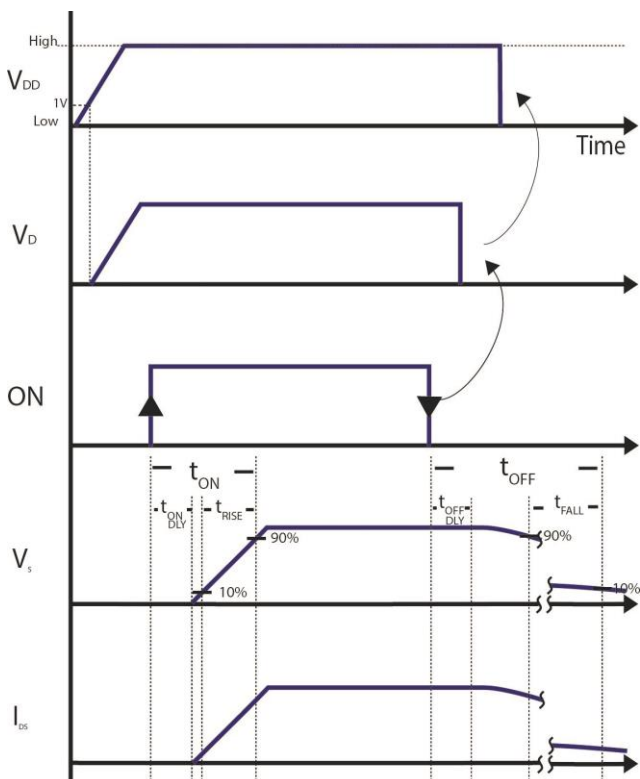
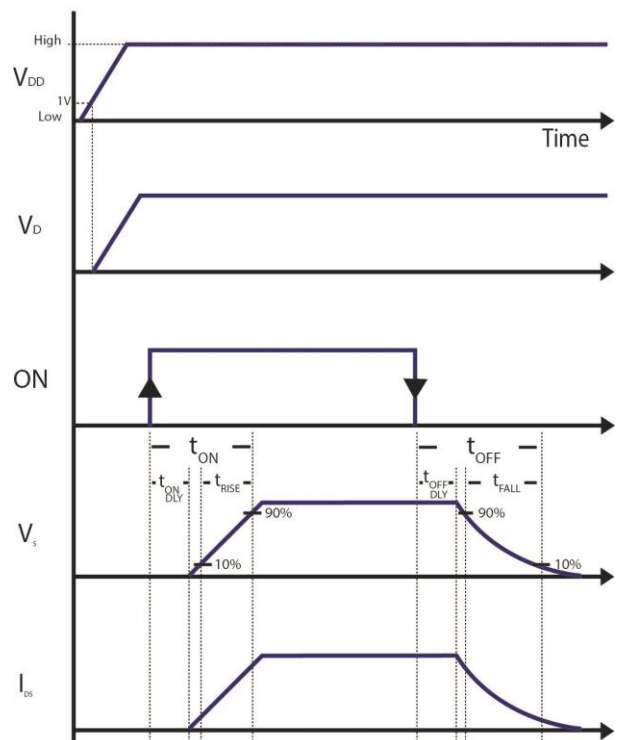

図3. 一般的な回路動作のタイミングチャート
図4. 一般的な回路動作のタイミングチャート
図 3、図 4 には、Renesas Electronics の GreenFET 製品 (IPS の一種) を動作させる手順が示されています。IPS には、最初に VDD、次に VD を印加します (同時印加も可)。VDD が起動電圧 (Typ 値) 1V 以上のとき、内蔵のステートマシンが起動します。VDD が 1V を超えると、VD も有効になります。VDD と VD がそれぞれの電圧に安定すると、ON 端子は Low から High (アクティブ High オプション)、または High から Low (アクティブ Low オプション) とされます。ON 端子が High のとき、ソース側の電圧 (VS) は、TON DLY 後に VD まで上昇します。出力電圧 VS 立ち上がり時間 tRISE は、VS の定常状態の値の 10% から 90% までの時間で定義されます。
ディスチャージ機能が無い場合、ON信号がLowになっても負荷側の負荷容量CLOADに蓄えられた電荷が抜けることなく留まり、電圧VSが維持されます。図3は、この様子を表したものです。
ディスチャージ機能をもったRenesasの集積化パワースイッチを選んだ場合、図4に示すようにディスチャージ回路によって、ON端子がLowになってから出力電圧VSの低下する時間が短縮されます。ON端子がLowに落ちてからVSが低下し始めるまでの遅延を、tOFF DLYと呼んでいます。また、ON端子がLowに落ちて、VSが低下し始めてからピーク値の10%まで低下するまでの時間を、tOFFで表しています。ディスチャージ回路は、RC回路の電圧変化に似た応答を持つので、初期値から見て指数関数的な電圧低下になっています。